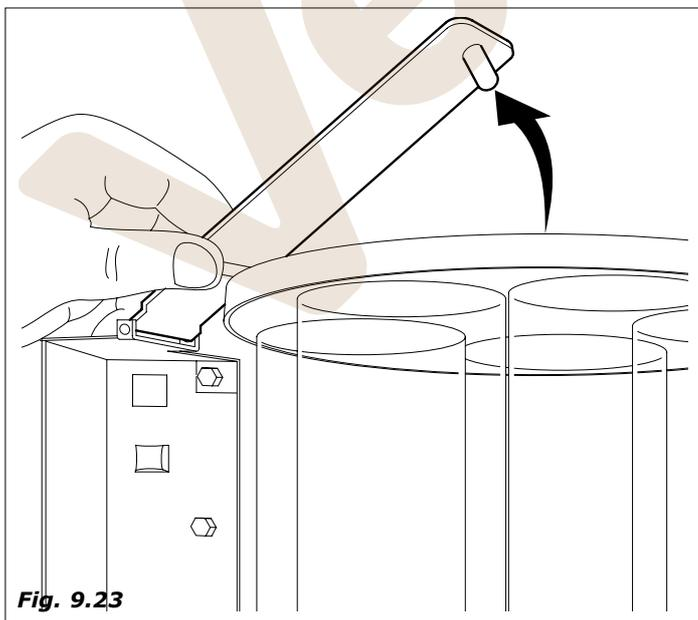

Fig. 9.23
- Extraer la columna portavasos luego de haber levantado el estribo que sujeta la columna (Fig. 9.23 y Fig. 9.24).